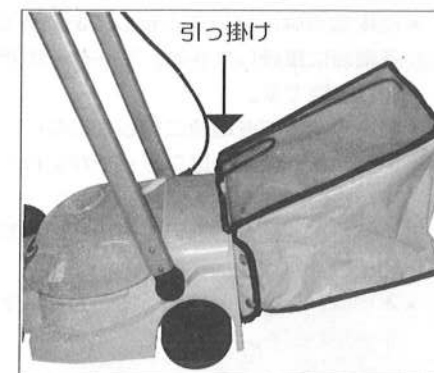

図6
- ②本機後部集草バック受けに引っ掛けてください。(図6参照)